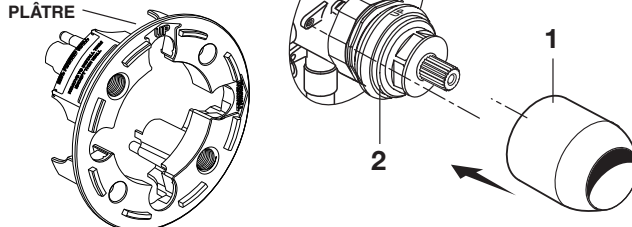

Figure 1.
- **Figure 1.** Pousser le CAPUCHON (1) sur la CARTOUCHE DE VANNE (2) jusqu'à ce qu'il repose fermement contre la butée.